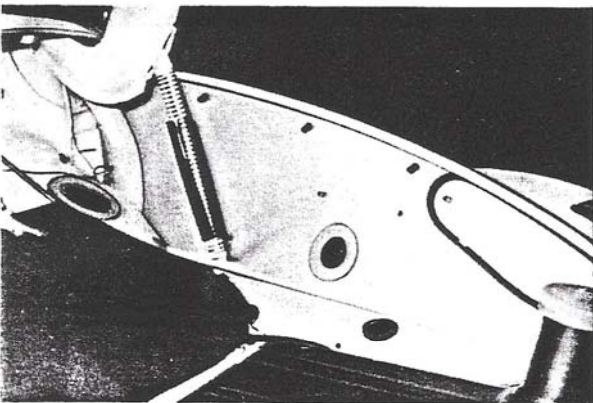

Bild 4
6. In die Durchbrüche für den Warmluftaustritt, das Abgasrohr, das Verbrennungsluftrohr und in das Loch für die Betätigungsstange die beigegebenen Tüllen einsetzen (Bild 4).